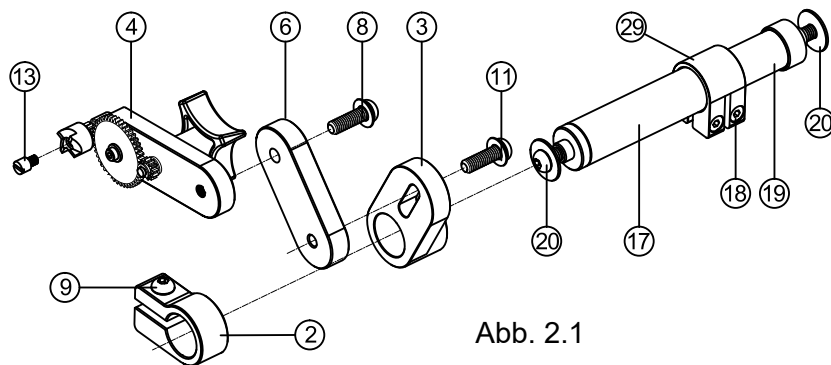
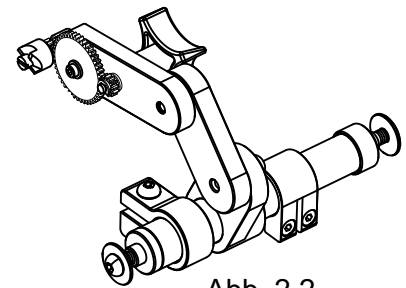

Abb. 2.1
Abb. 2.2
1. Verwenden Sie einen Schlitzschraubendreher (SL4), um die Führungsbolzen IS Ø5.9 ⑬ am Hauptkörper ④ zur Positionierung zu installieren.
2. Wie in Abbildung 2.1 dargestellt, sind die zugehörigen Teile nacheinander zu der in Abbildung 2.2 gezeigten Baugruppe zusammenzubauen.